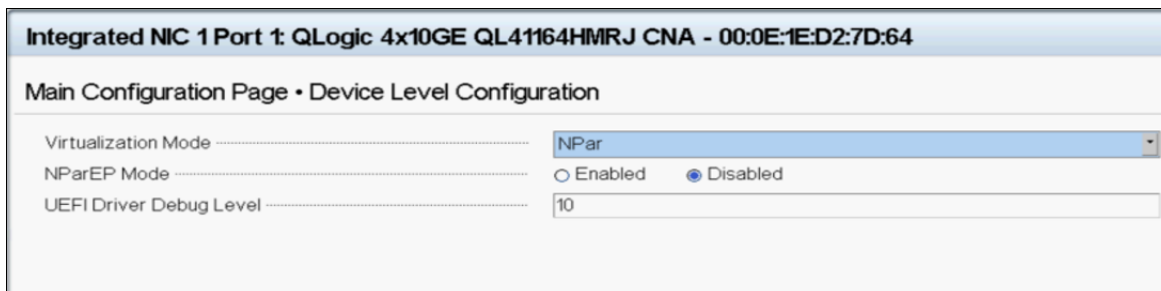

Ilustración 6-19. NIC integrado: Configuración de nivel de dispositivo para VMware
6. Complete la página Device Level Configuration (Configuración de nivel de dispositivo) (consulte la Ilustración 6-19) de la siguiente forma: